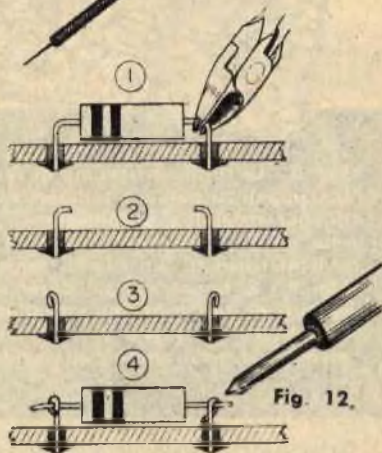

Fig. 12.
I ricevitori a transistori sono sempre a circuito (fig. 7) stampato per cui non è raro, durante la saldatura, che il sottile strato di rame possa fondere o rompersi in qualche punto; in questi casi si deve procedere a ristabilire il collegamento, nel punto di rottura, con un sottile filo di rame o con una goccia di stagno (fig. 8). E quando, durante una riparazione, dovesse capitare di sostituire una piccola resistenza o un condensatore di tipo subminiatura noi vi consigliamo, e questo ci è dettato dalla nostra lunga esperienza, di non dissaldare i terminali dal circuito stampato poichè, come abbiamo detto, il circuito stampato può rompersi facilmente. La miglior soluzione da adottare in questi casi, la più pratica e quella per cui ogni danneggiamento è scongiurato consiste nel tagliare i terminali del componente difettoso (resistenza, condensatore, diodo, ecc.) e fare un piccolo occhiello, sulle estremità dei monconi, in cui sarà poi agevole inserire e saldare il terminale del nuovo componente (fig. 12).
Fig. 12 - Quando capita, durante la riparazione, di dover sostituire una resistenza, un condensatore o altro componente, è consigliabile tagliare i terminali del componenti difettoso (1), e sui monconi (2) fare due occhielli (3) sui quali sarà agevole saldare i terminali del nuovo componente (4).